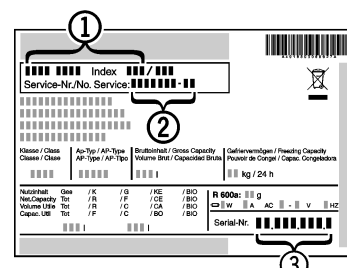

Fig. 8
- ▶ Odczytać z tabliczki znamionowej oznaczenie urządzenia Fig. 8 (1), nr serwisowy Fig. 8 (2) oraz numer seryjny Fig. 8 (3). Tabliczka znamionowa znajduje się po lewej stronie wewnątrz urządzenia.
- ▶ Poinformować serwis i podać opis zakłócenia, oznaczenie urządzenia Fig. 8 (1), nr serwisowy Fig. 8 (2) oraz numer seryjny Fig. 8 (3).